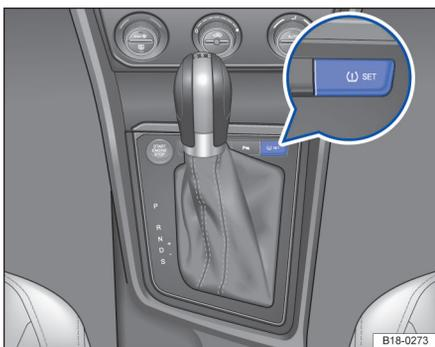

图 148 被动式轮胎气压报警系统设定按钮
- 按下设定按钮 超过 2 秒钟⇒图 148⇒第 167 页, 待仪表发出“咚”一声提示音, 确认储存好新的参数后警告灯熄灭。